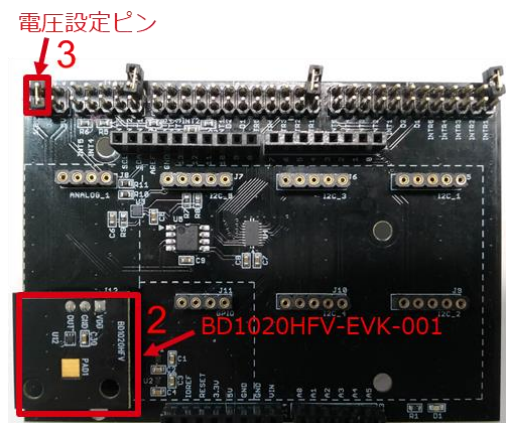

Figure 2. BD1020HFV-EVK-001 と SensorShield の接続
2. SensorShield の ANALOG_2 に BD1020HFV-EVK-001 を接続 (Figure 2)
3. SensorShield の電圧設定を 3.0V もしくは 5.0V に設定 (Figure 2)